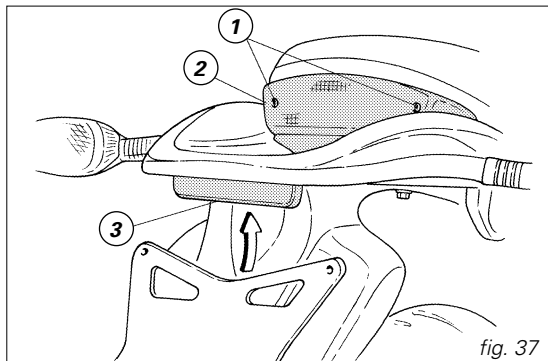

fig. 37
**Stop light** (fig. 37)
**Number plate light** (fig. 37)